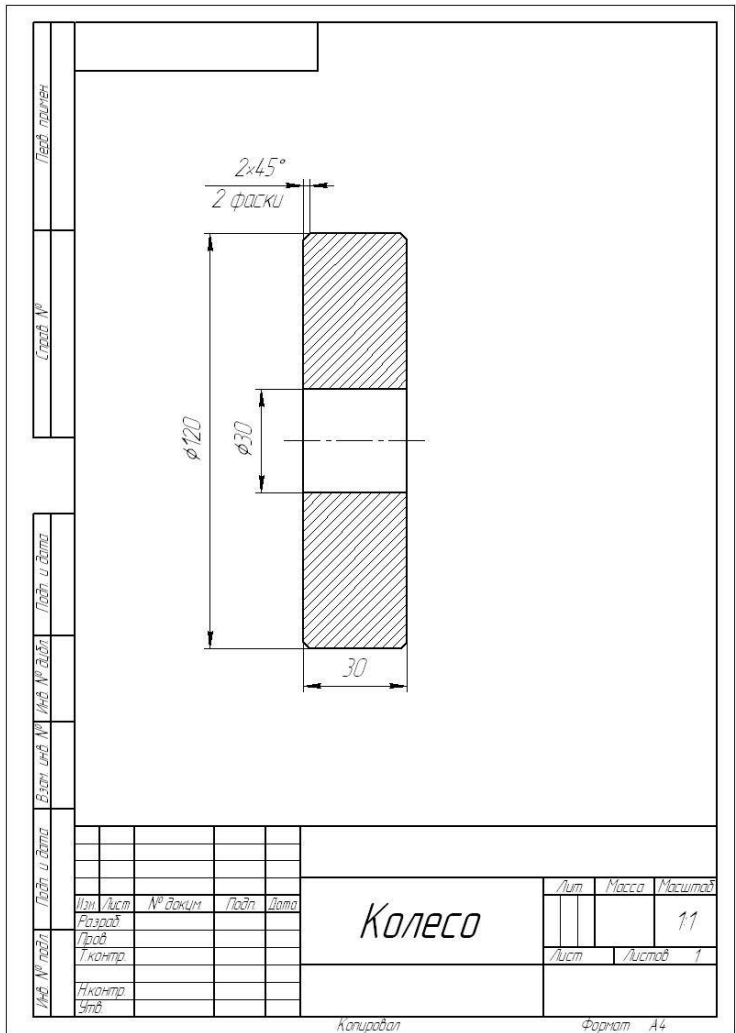

Рисунок 12.4. – Креслення моделі «Колесо»
- побудувати та додати до створеного складання деталі «Колесо», «Шайба» (рис. 12.4, 12.5);